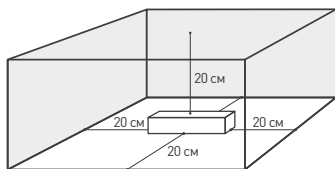

Рис. 1. Свободное пространство вокруг источника.
- 4.2. Для естественной вентиляции обеспечьте не менее 20 см свободного пространства вокруг источника питания, как изображено на рис. 1. При невозможности обеспечить свободное пространство используйте принудительную вентиляцию.